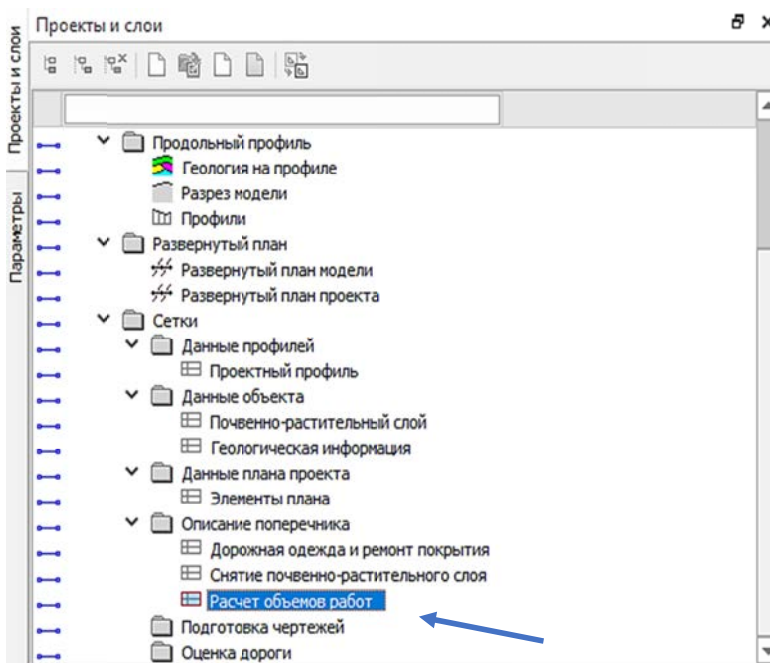

Рис. 2.3. Расчет объемов работ
1. Перейдите в сетку **Расчет объемов работ** в окне **Проекты и слои** в папке **Описание поперечника** (рис. 2.3).